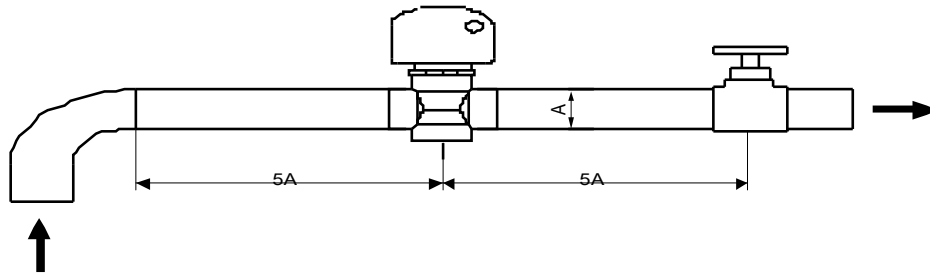

Рисунок 8
- Реле потоку має бути встановлене на прямій ділянці трубопроводу, причому з обох боків від реле потоку має бути відстань, що в п'ять разів перевищує діаметр труби (див. рис. 8 нижче). Напрямок потоку рідини повинен відповідати стрілці на контролері. Клемну колодку слід встановлювати в зручному для роботи місці.